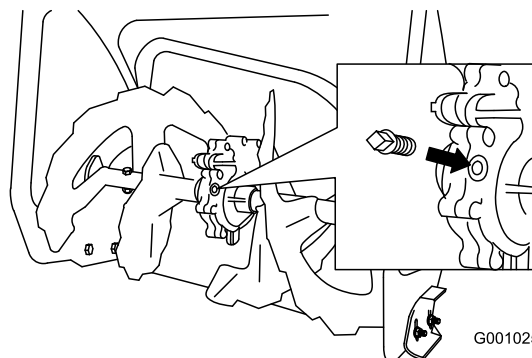

Рисунок 49
2. Очистите поверхность вокруг пробки редуктора (Рисунок 49).